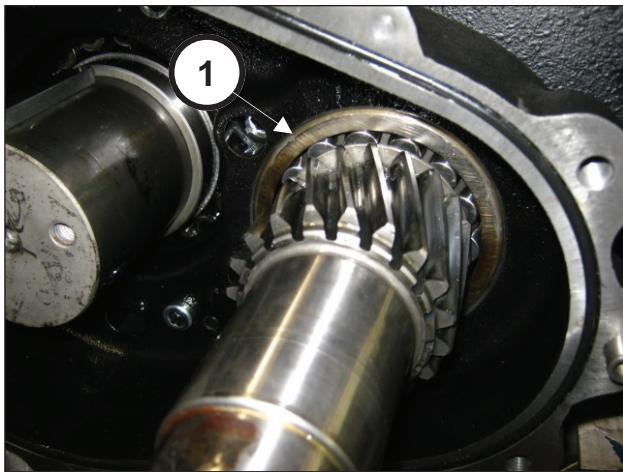

Abb. 65
Positionieren Sie das Lager bis auf Anschlag (Pos. ①, Abb. 65)